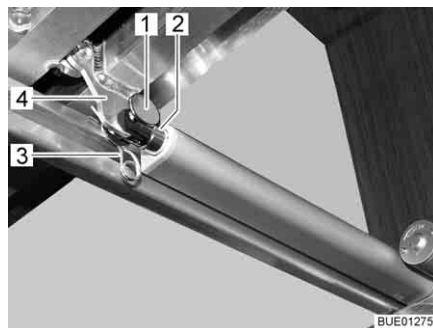

Bild 114 Drivning
- Lossa förbindelsen (t. ex. stift och fjäderkontakt (Bild 114,1 och 3)) mellan skjutstången (Bild 114,2) och ribbotten (Bild 114,4).